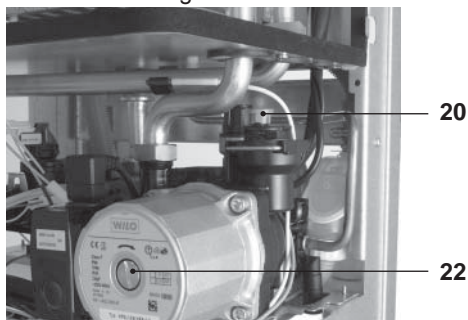

Fig. 6.3
- Alzare il tappo della valvola di sfiato automatica 20 in Fig. 6.3.
- Togliere il tappo 22 in Fig. 6.3 e sbloccare la pompa ruotando il rotore con un cacciavite.